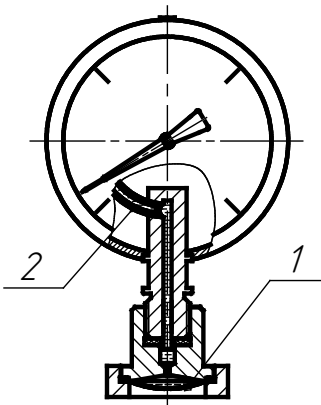

Рисунок 1- Конструкция приборов с мембранным разделителем
3.1.1 Манометр типа ДМ 8008-ВУ с мембранным разделителем состоит из манометра и разделительного устройства (рисунок 1). Внутренняя полость трубчатой пружины манометра и надмембранное пространство разделительного устройства должны быть заполнены жидкостью полиэтилсилоксановой марки ПЭС-2 ГОСТ 13004.